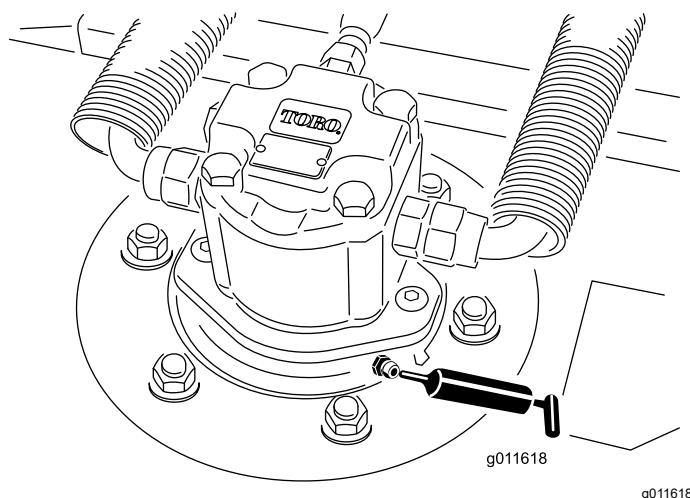

Figura 10
- Cuscinetti dell'asse del mandrino dell'apparato di taglio (2 per apparato di taglio) – Figura 10